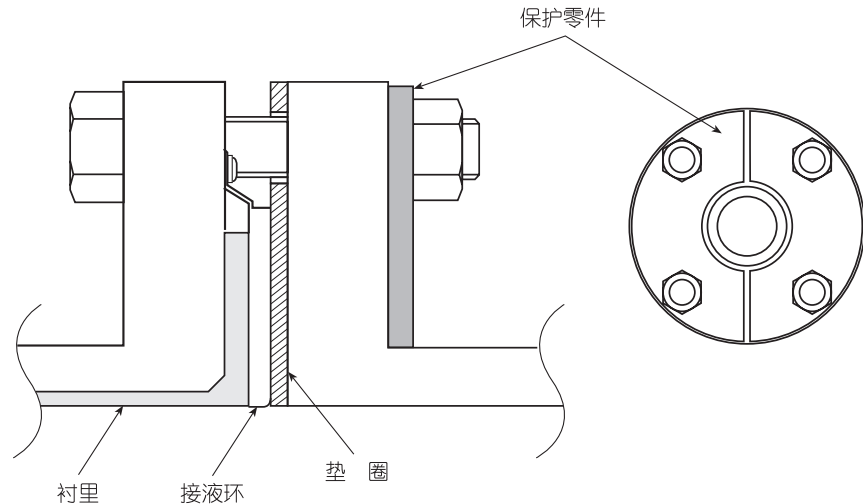

图 2-10 使用保护零件
- 保护零件：按规定的力矩紧固，可能会发生氯乙烯配管变形或损坏の場合必须用保护零件。请使用厚度为 6mm 以上的不锈钢材等作为保护零件，使紧固螺帽后管道不发生变形。零件的形状参照图 2-10。
2. 按规定的紧固力矩安装担心氯乙烯配管变形损坏的场合请使用保护零件如图 2-10 所示，金属保护零件安装在氯乙烯法兰外侧夹住氯乙烯法兰，做到即使用规定的紧固力矩也不会使配管变形或损坏，安装上检测器，紧固力矩参照 2-9~10 页的表 2-1。另外，垫圈的内径可参照 2-13 页的表 2-2。